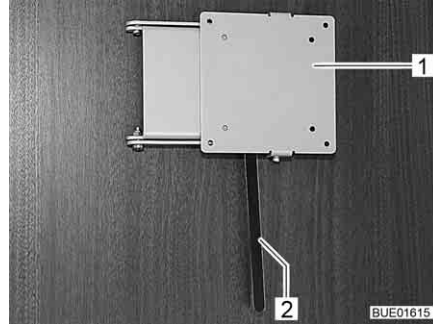

Bild 46 Halterung mit Entriegelungshebel
- Den Entriegelungshebel (Bild 46,2) zur Seite drücken und die Halterung (Bild 46,1) mit dem Flachbildschirm in die gewünschte Position drehen.
- Flachbildschirm zurückdrehen, bis die Halterung (Bild 46,1) in die Verriegelung einrastet.